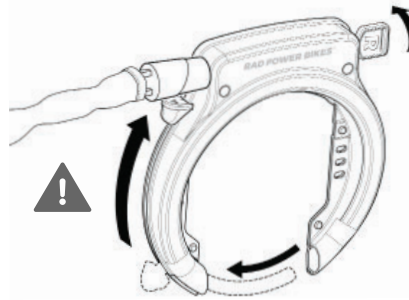

Figure 13 : Déverrouillez la manille, risque de pincement
- b. Tout d'abord, tournez la clé dans le sens des aiguilles d'une montre pour rétracter le levier de pouce et la manille (Figure 13).